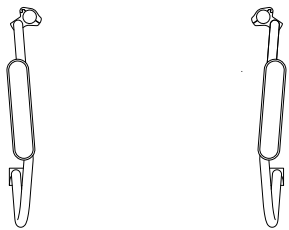

Abb. 14
6. Im Gegenzug vergrößert sich die hintere Sitzbreite, wenn Sie die Klemmschellen nach außen positionieren (Abb. 14).